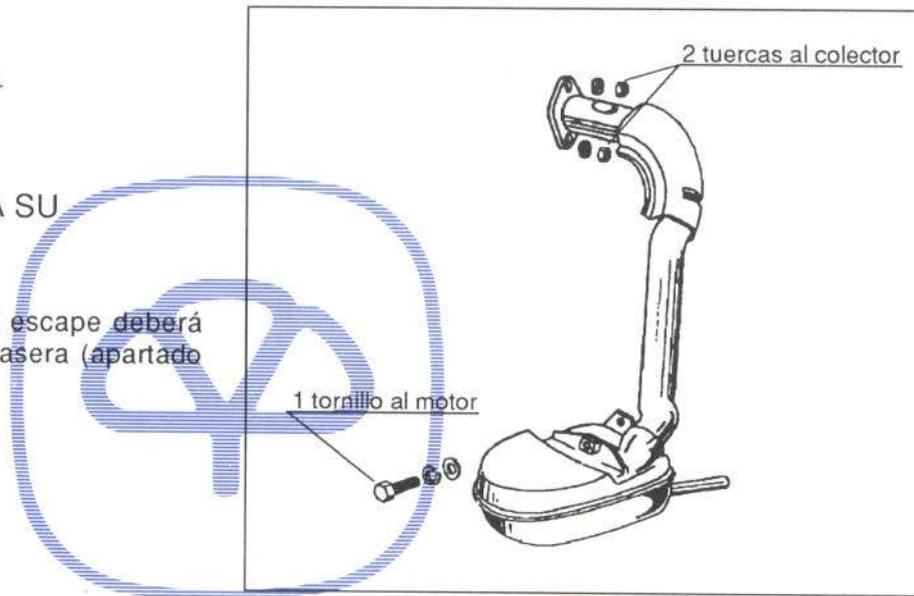

Figura 30.- Unión del escape
En la figura 30 se muestra su fijación.
- Tubo de escape (apartado 7.3.2. y figura 30).